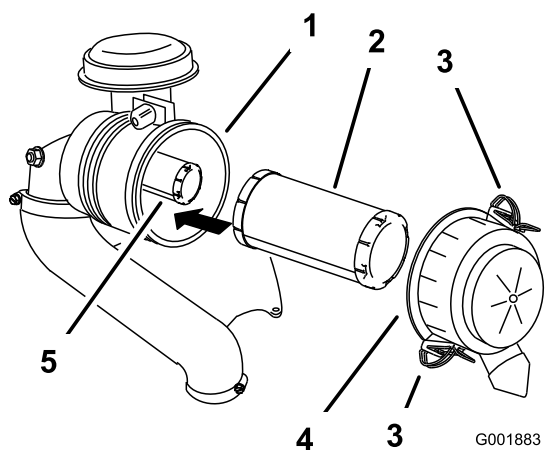

Figure 42
- Ouvrez les dispositifs de verrouillage du filtre à air et détachez le couvercle du boîtier du filtre (Figure 42).
- Sortez le préfiltre du boîtier du filtre avec précaution (Figure 42).
- Si vous remplacez l'élément intérieur, insérez-le avec précaution dans le boîtier du filtre (Figure 42).
- Placez ensuite le préfiltre sur l'élément de sécurité avec le même soin (Figure 42).
- Remettez en place et verrouillez le couvercle du filtre à air (Figure 42).